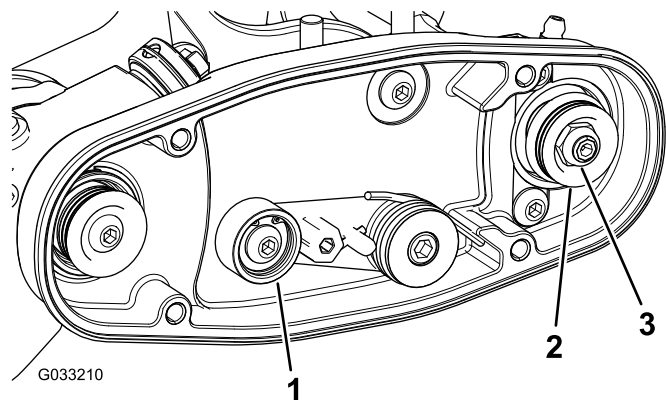
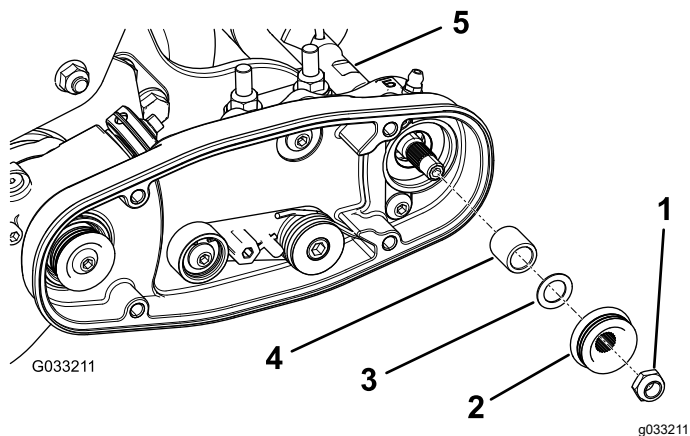

图 23
图 24
1. 从动皮带轮位于滚筒刷轴可以自由出入 图 23。
2. 旋转滚刀会带动驱动皮带轮旋转把皮带从驱动皮带轮上撬下来 图 23。
3. 卸下将从动皮带轮固定至刷轴的锁紧螺母 图 23 或 图 24。
4. 从轴上卸下从动皮带轮 图 24。
5. 如果皮带轮需要移出可添加 0.8mm 厚的垫圈 图 24。